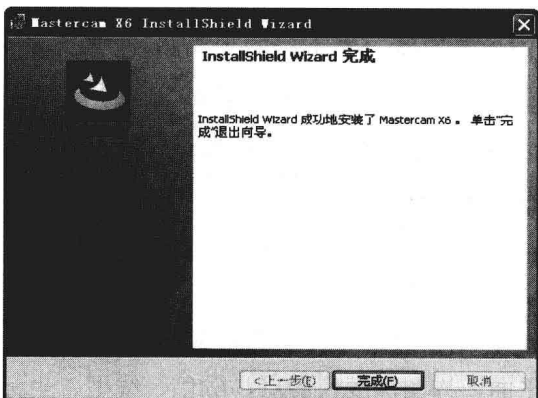

图 1-10 安装完成界面
STEP 10 然后出现如图 1-10 所示的安装完成界面。单击“完成”按钮，完成 Mastercam X6 的安装。安装结束后，桌面上会生成 Mastercam X6 启动快捷方式图标 。